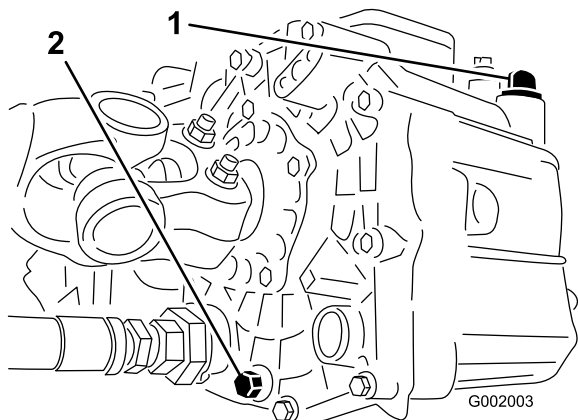

図 64
- 油圧オイル・タンクの側面にあるドレン・バルブをゆるめ、流れ出すオイルを容器に受ける (図 64)。